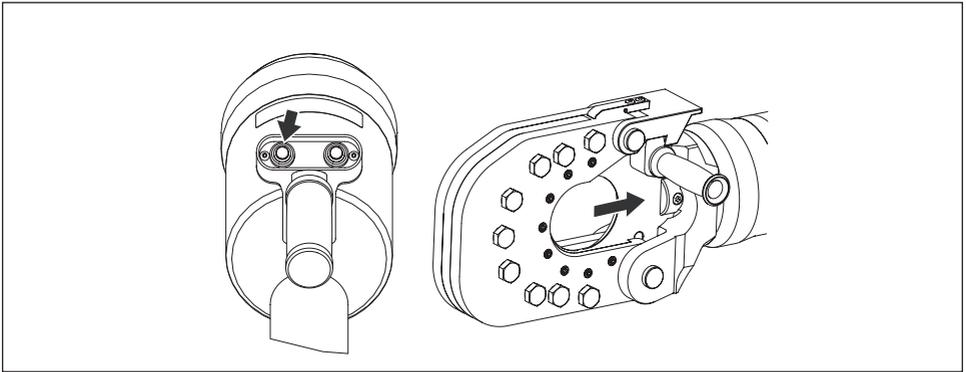

Figure 11, Utilisation - Rétraction
- Maintenez le bouton-poussoir **rétraction/retract** enfoncé pour faire reculer le piston et la lame mobile. Voir la figure 11.